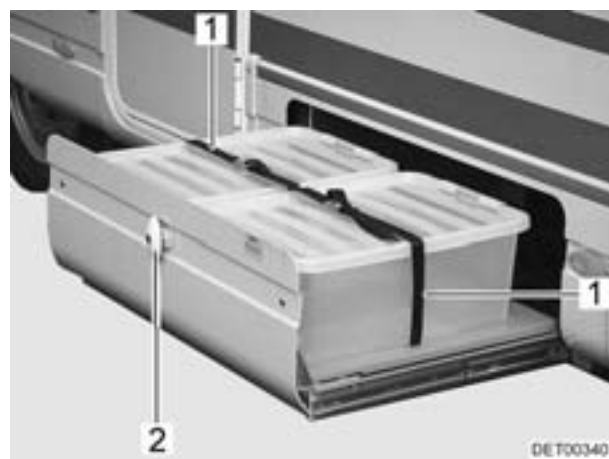

Bild 31 Boxen-Auszug
- Das Klappenschloss (Bild 31,2) wie oben beschrieben öffnen.
- Die Spanngurte (Bild 31,1) lösen.